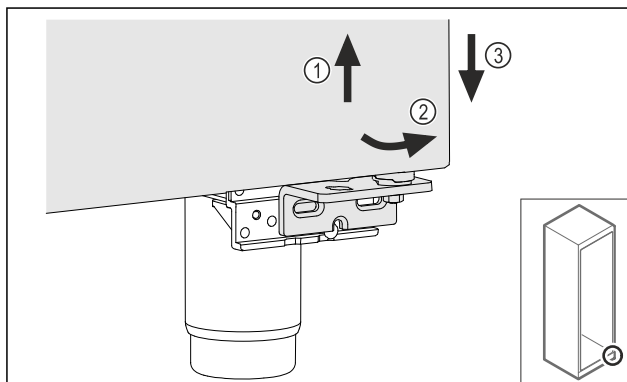

Fig. 23
- ▶ Kissé emelje meg az ajtót Fig. 23 (1), billentse előre az alját Fig. 23 (2), és eressze le Fig. 23 (3).